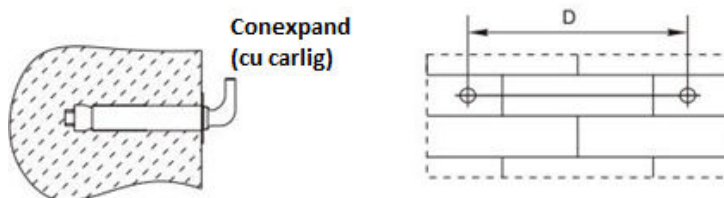

Fig.1
- (1) Acest boiler va fi instalat pe un perete solid. Daca rezistenta peretelui nu poate suporta sarcina egala cu de doua ori greutatea totala a boilerului umplut cu apa, este necesara instalarea unui suport special.
- (2) Dupa selectarea unei locatii adecvate, determinati pozitia celor doua gauri de instalare utilizate pentru conexiunile cu carlig. Conform desenului pentru dimensiunea D (vezi tabel 1), utilizati o bormasina cu impact pentru cele 2 gauri  $\varnothing 16$  si 80mm adancime pe un perete solid. Gaurile trebuie sa fie pe aceeasi linie orizontala. Introduceti conexiunile cu carligul in sus, strangeti piulitele pentru a-le fixa ferm si apoi fixati boilerul de ele (vezi Fig. 1).